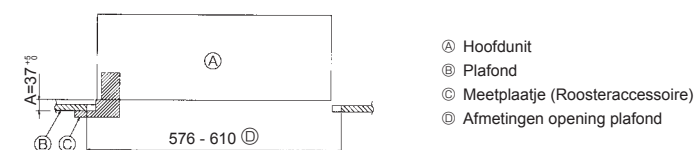

Fig. 4-6
3. Als u het apparaat niet exact tegen het gat in het plafond ophangen, dan kunt u het verschuiven door middel van een gleuf in de ophangplaat. (Fig. 4-6)